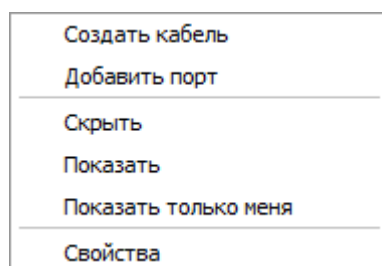

Рис. 150
16.6.5.1. Вид контекстного меню элемента *Провод* в дереве «Модель» в части «Детализация» показан на рис. 150.